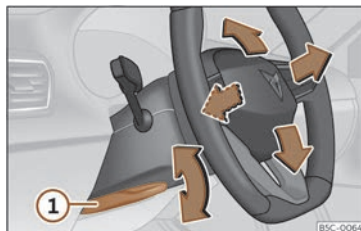

Abb. 95 Hebel auf der linken unteren Seite der Lenksäule.
- Hebel >>> (**Abb. 95**) ① nach unten schwenken, Lenkrad in die gewünschte Position bringen und Hebel wieder bis zum Schließpunkt nach oben drücken.
- Den Hebel >>> (**Abb. 95**) ① nach dem Einstellen immer fest nach oben schwenken, damit das Lenkrad während der Fahrt nicht unbeabsichtigt seine Position verändert.